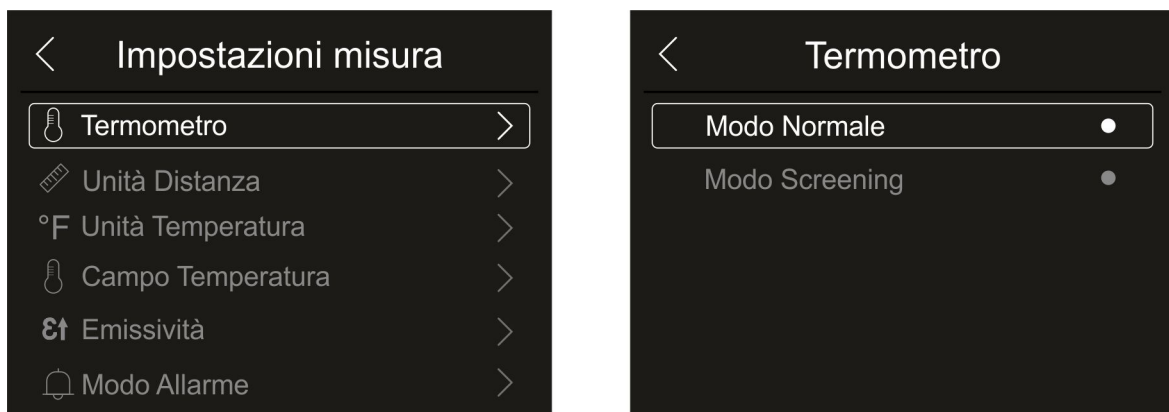

Fig. 21: Menu Termometro
1. Toccare la voce “Termometro”. La videata di Fig. 21 – parte destra è mostrata